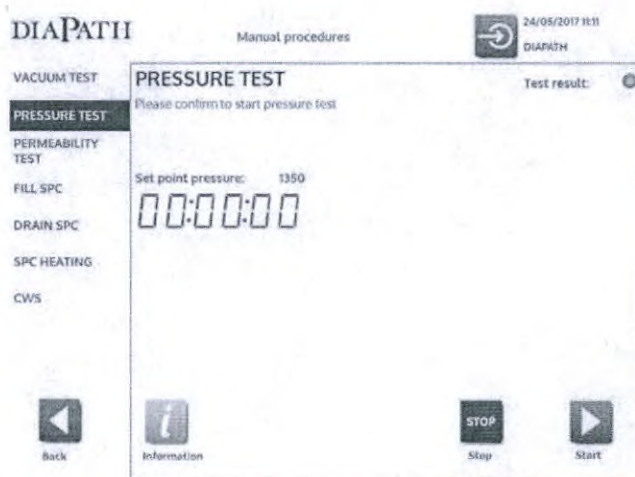

Рисунок 49.
- **Проверка давления:** Проверьте возможные утечки в контуре давления или его компонентах в качестве рабочей камеры (насос, клапан для ввода реагента). Испытание завершается только в том случае, если давление остается между минимальным и максимальным значением давления в течение всего испытания (Рисунок 49).